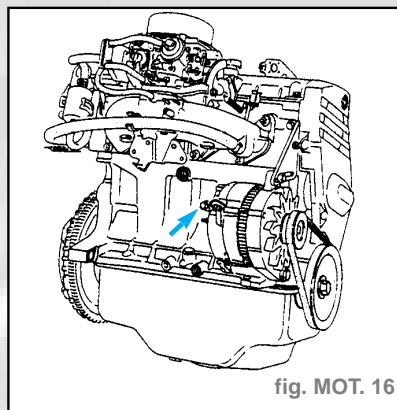

fig. MOT. 16
- Vidanger le liquide de refroidissement du carter-cylindres (fig. MOT. 16).